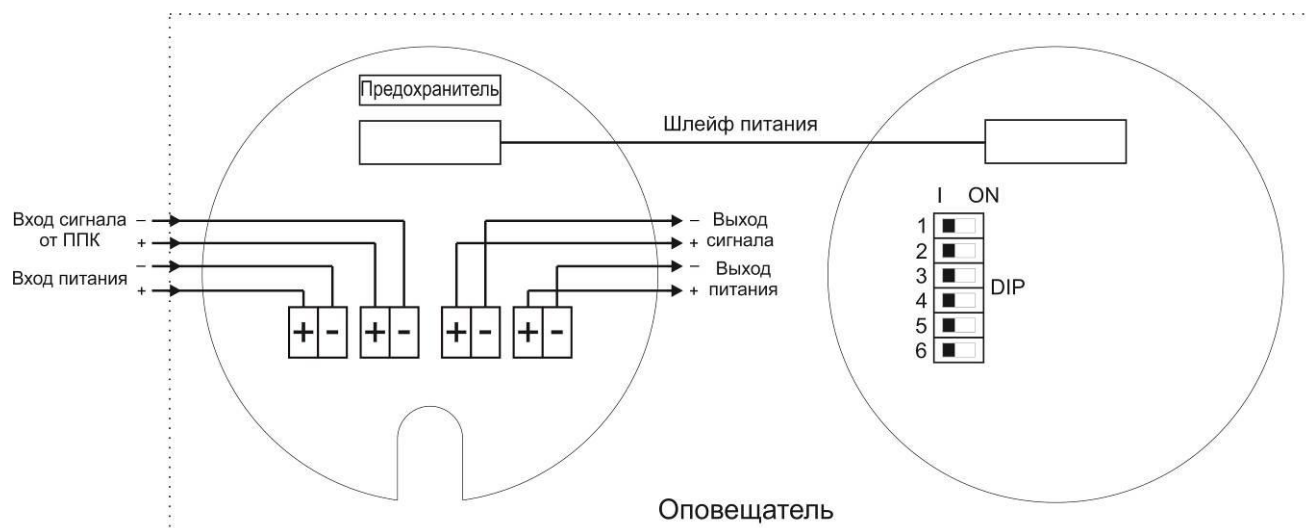

Рисунок 5 – Схема подключения оповещателя с питанием 12-36В
2. Проверить правильность подключения оповещателя в соответствии со схемами, рисунок 5 и 6.